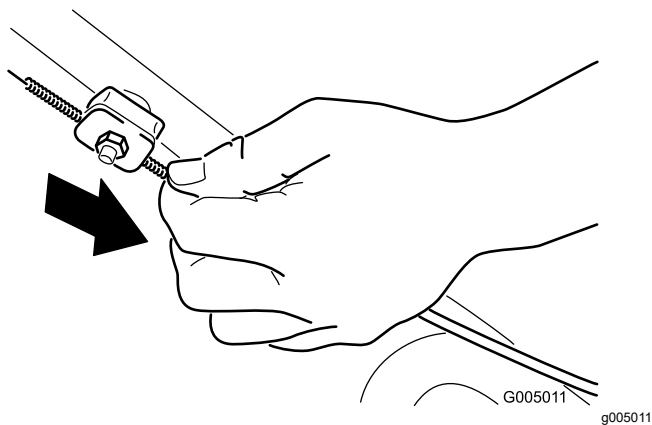

Figure 51
3. Tirez la gaine du câble vers le bas (vers la tondeuse) pour éliminer le mou du câble (Figure 51).